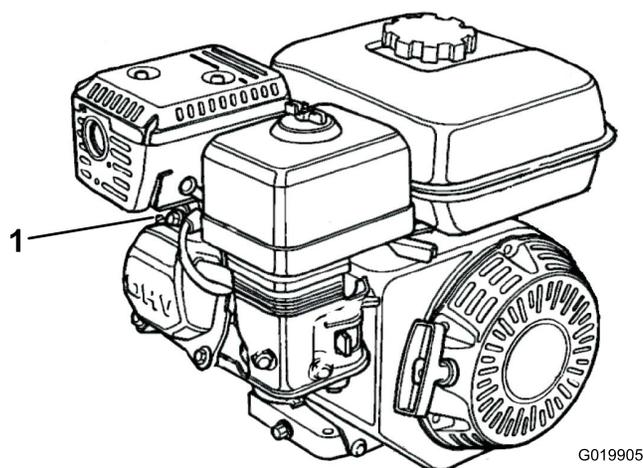

Figura 30
1. Desconecte el cable de la bujía (Figura 30).